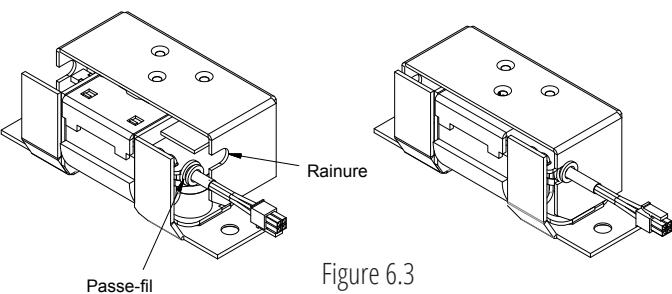

Figure 6.3
**Remarque importante:** Après avoir effectué les modifications mentionnées ci-dessus, assurez-vous que le passe-fil en caoutchouc s'ajuste correctement dans la rainure de la plaque arrière comme indiqué sur la figure 6.3 lors du remontage.